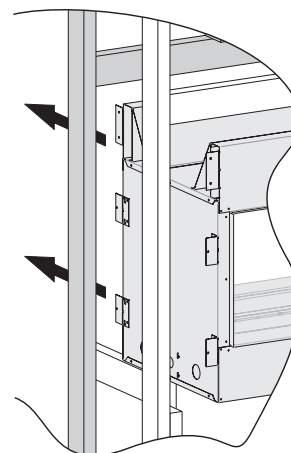

Figure 13
**Pour les foyers deux faces seulement :** Plier les pattes sur un côté du foyer seulement. Plier les pattes sur la bride supérieure de la façade opposée à angles droits pour permettre aux pattes de dégager l'ossature lors du glissement du foyer en place. Voir **figure 13**.